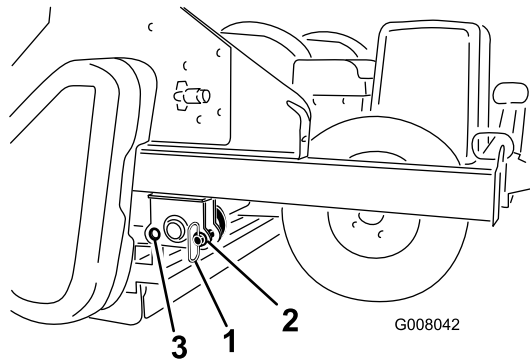

Bild 15
14. Nehmen Sie die Einlagerungsstifte beim Betrieb aus dem vorderen Loch und stecken sie in das hintere Loch (Bild 15).